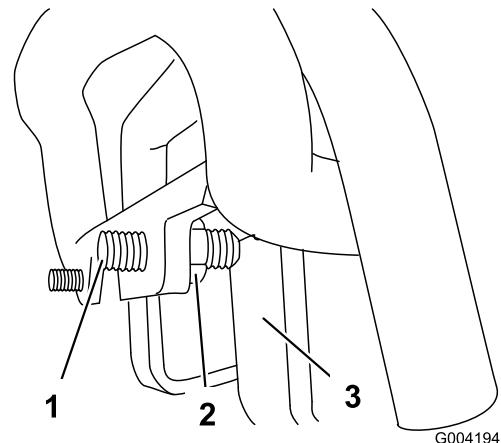

Bild 55
- Falls die Zugmaschine nach **links** zieht, lockern Sie die **rechte** Klemmmutter und stellen Sie die Spurweiten-Stellschrauben vorne am Fahrantrieb ein (Bild 55).
- Falls die Zugmaschine nach **rechts** zieht, lockern Sie die **linke** Klemmmutter und stellen Sie die Spurweiten-Stellschrauben vorne am Fahrantrieb ein (Bild 55).